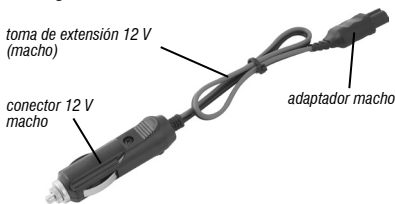

Fig. 5 – Extensión de toma macho de 12 V
1. Conecte la extensión de 12 V como se muestra en la Fig. 5;